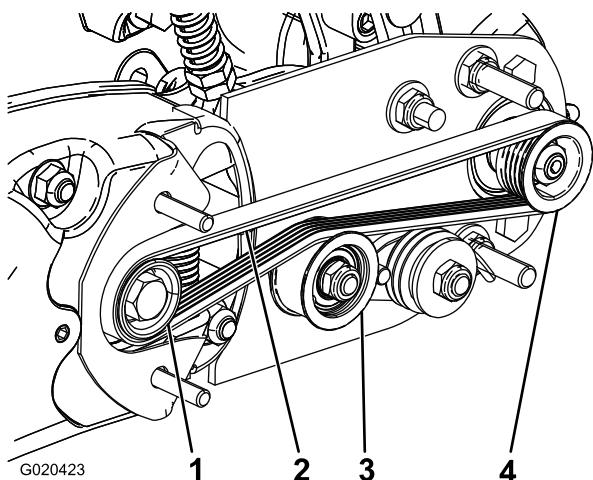

図 11
1. 駆動プーリにベルトを掛け、次に、アイドラプーリの上部に掛ける図 11。